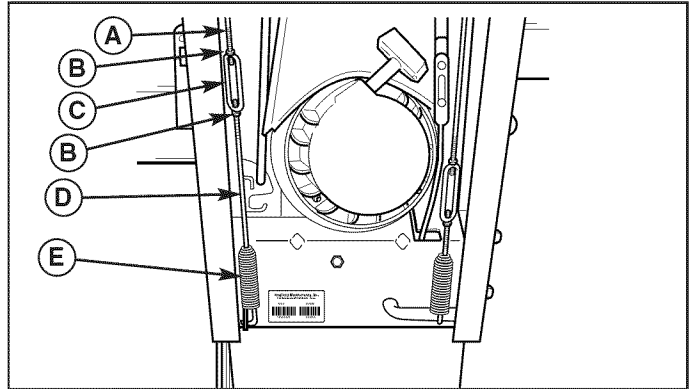

Figure 20. Réglage de la tension de la commande de traction
- Lorsque le levier de commande est engagé, l'extrémité basse de la tringle inférieure (D, Figure 20) doit être à ras de la base du ressort (E).
- Pour régler la tension, desserrer les deux écrous (B) et tenir la tringle inférieure pour l'empêcher de tourner. Faire tourner le tendeur (C) vers la droite pour abaisser la tige inférieure ou vers la gauche pour la relever.